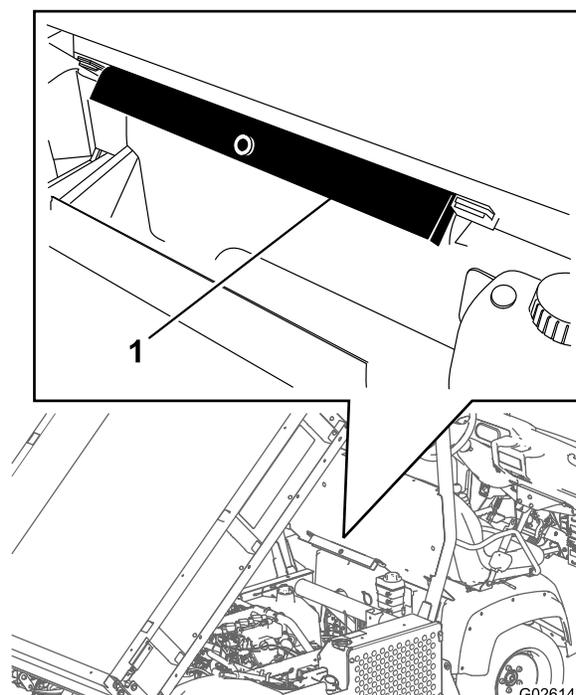

図 21
2. ROPS パネルの後ろについている保管用ブラケットから荷台サポート安全サポートを取り外す **図 21**。